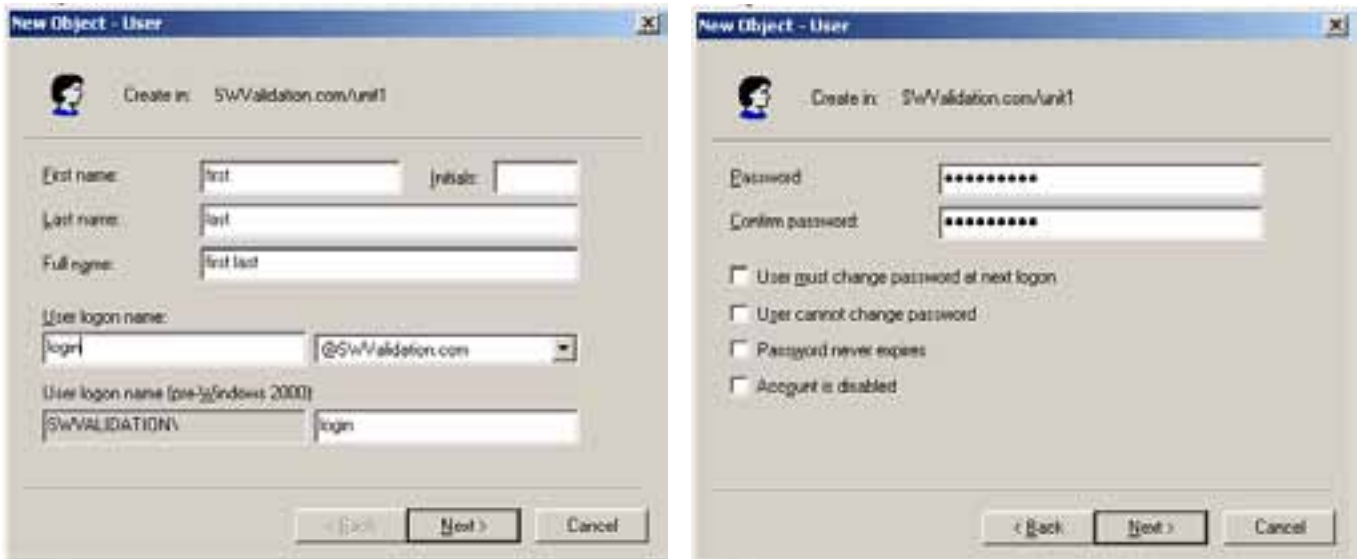

Figure 4.4.7d Écrans détails utilisateur
- De même, créez un nouveau groupe, ensuite un nouvel utilisateur, en saisissant les détails du nom de l'utilisateur et d'identification (figure 4.4.7d). Dans la page mot de passe, assurez-vous que les différentes cases sont cochées/décochées, le cas échéant.